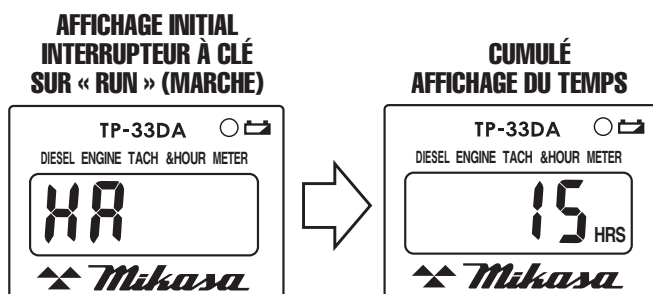

Figure 39. Tachymètre/Horamètre (Temps cumulé)
4. Après l'affichage initial de « **HA** » sur le tachymètre/horamètre, le compteur changera pour afficher le temps cumulé (Figure 39).